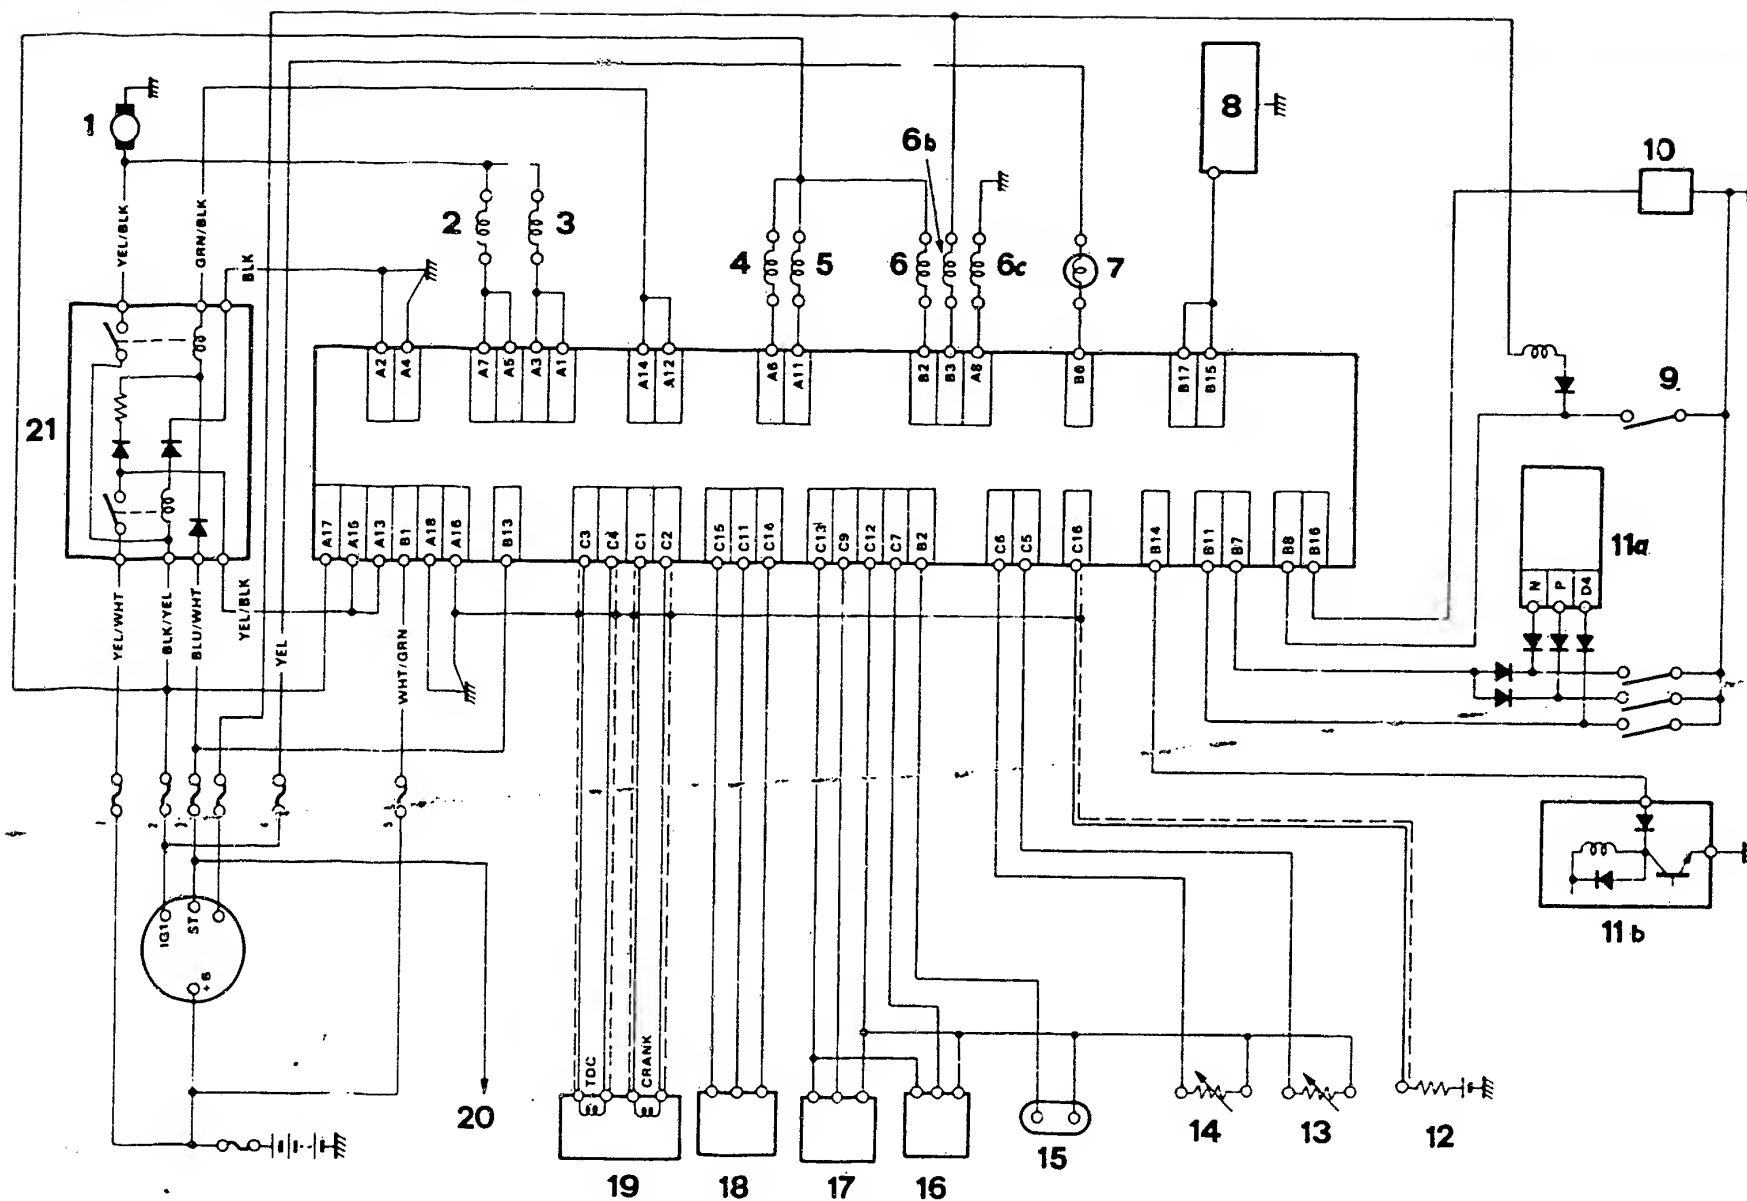

Bild 23 Elektrischer Anschlussplan:
– Wenn die Motorwarnlampe beim Einschalten der Zündung nicht 2s aufleuchtet und auch die Öldrucklampe nicht brennt, ist die Sicherung Nr. 1 (Schema in Bild 23) zu prüfen. Brennt die Öldrucklampe, die Motorwarnlampe aber nicht, ist die Zündung auszuschalten und Klemme B6 an Masse zu legen; Brennt nach dem Einschalten der Zündung die Motorwarnlampe nicht, ist diese oder die Zuleitung defekt.